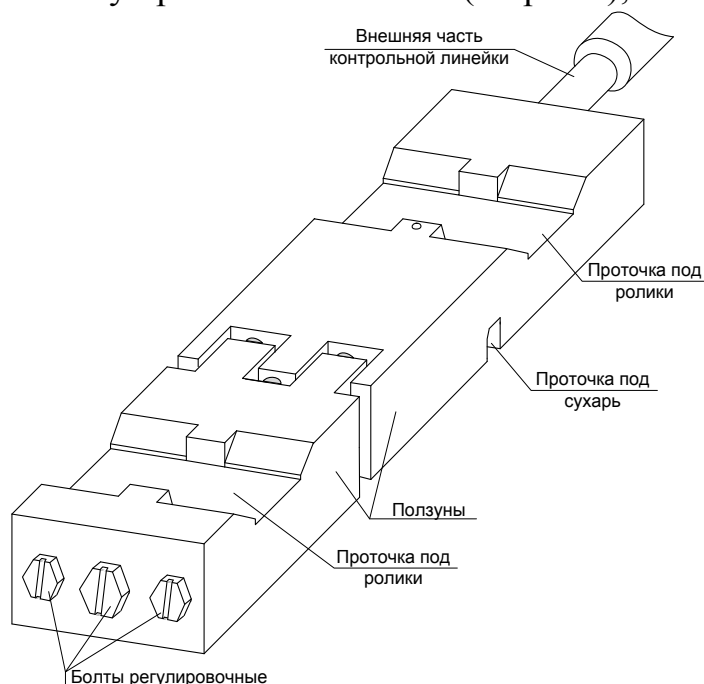

Рис.1. Контрольная линейка электропривода ВСП, установленного в крестовине
7.6. Регулировка контрольной линейки (рис.1) в крестовине стрелочного перевода